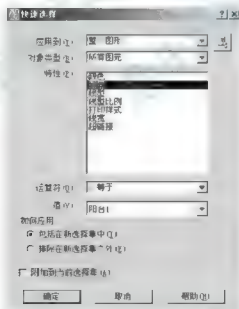

图 6.56 设置【快速选择】对话框
- (1) 将坐标系切换到【窗】坐标系。
- (2) 执行菜单栏中的【工具】|【快速选择】命令, 打开【快速选择】对话框。
- (3) 按照图 6.56 所示设置【快速选择】对话框。